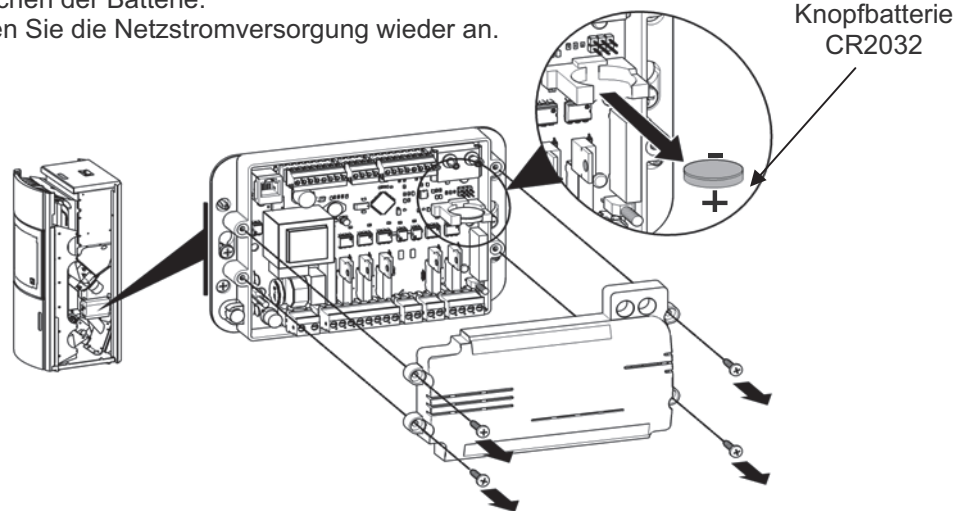

Abbildung 3: Austauschen der Batterie
4. Setzen Sie die neue Batterie unter Beachtung der richtigen Polung ein (siehe Abbildung 3: Austauschen der Batterie).